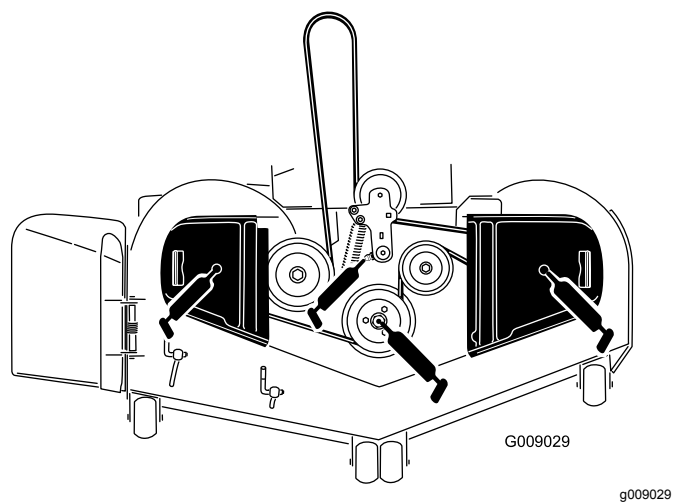

Figure 45
5. Graissez le pivot de la poulie de tension du plateau de coupe jusqu'à ce que la graisse ressorte par le bas (Figure 45).
6. Graissez les roulements des 3 axes jusqu'à ce que la graisse ressorte par les joints inférieurs (Figure 45).
7. Graissez le bras de la poulie de tension de la courroie d'entraînement (Figure 45).